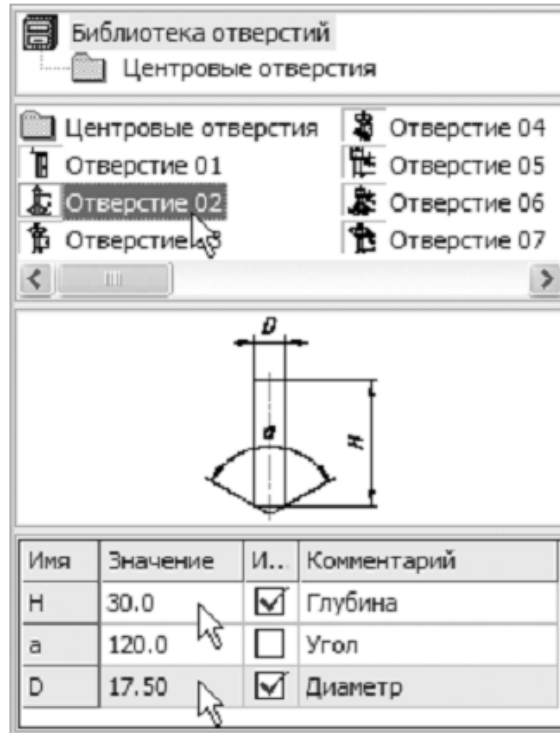

Рисунок 39.
4. В таблице параметров задайте глубину отверстия H 30 мм и его диаметр D 17,5 мм. (рис. 39).